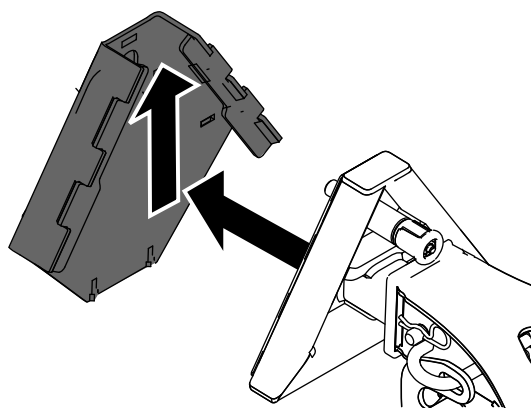

Figure 8
5. Avancez lentement la machine jusqu'à la brosse de telle sorte que le triangle d'attache rapide de la machine s'engage dans le triangle correspondant de la brosse et pousse la goupille d'engagement (Figure 8).